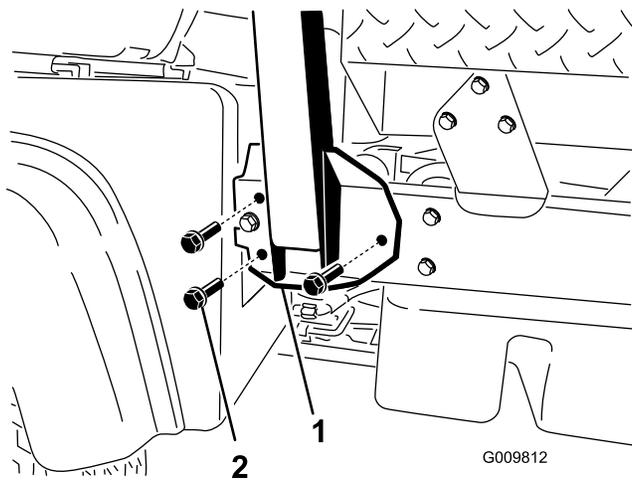

Figura 3
2. Alinee cada lado del ROPS con los taladros de montaje de cada lado del bastidor de la máquina (Figura 3).